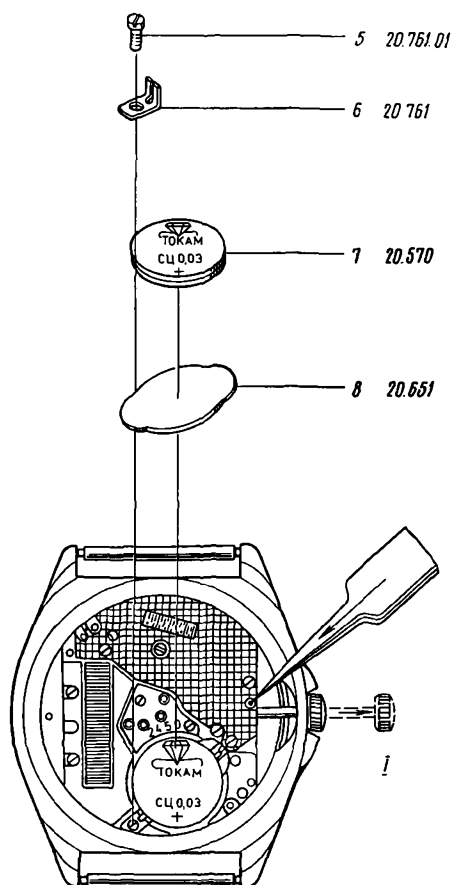

Рис. 141
6. Отвернуть и снять винт 5 токосъемника бокового (рис. 141)